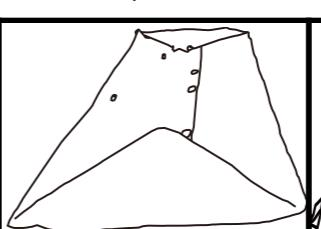

FIG. 2
Passo 1. Piegare i lati sporgenti all'interno per ottenere la forma rettangolare (FIG. 2).